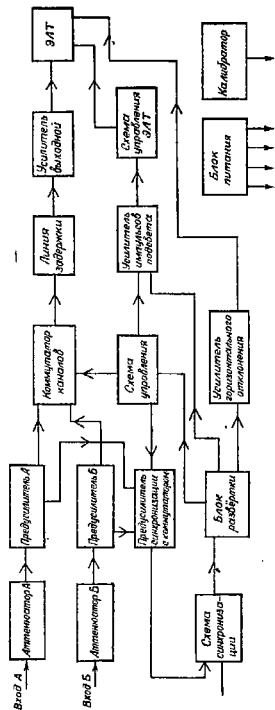

Рис.2
4.1. Осциллограф, структурная схема которого приведена на рис.2, состоит из следующих составных частей: